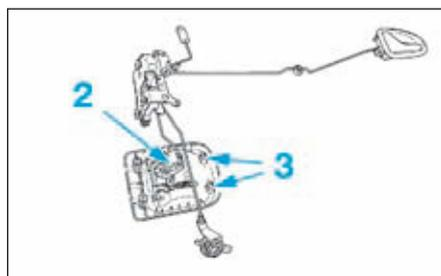

FIG.87
- Déposer la tringle de commande de la serrure (2) (Fig.87).
- Sortir les pattes de maintien (3).